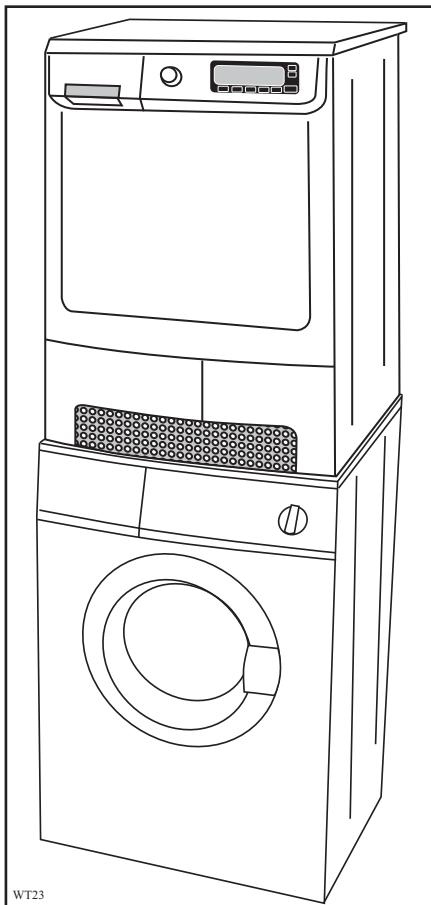

Fig 15
- Modeller med lucka på sockeln (fig 15, 16 och 17).